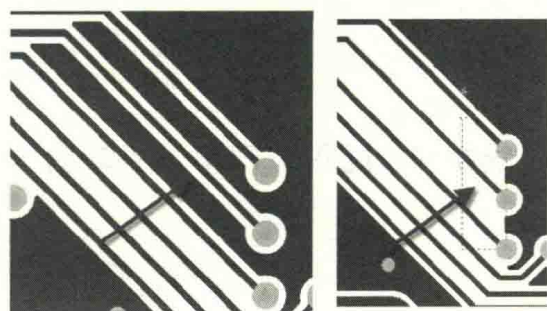

图 12-65 铜皮的修整
(3) 修铜。主要是对一些电路瓶颈的地方进行修整，然后还有就是尖岬铜皮的删除，一般通过放置 Cutout 进行删除，如图 12-65 所示。